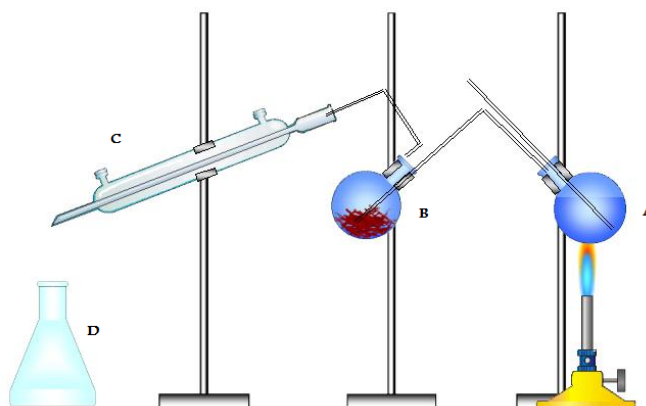

Figura 6.1: Montaje del equipo para destilación por arrastre de vapor.
1. Monte el aparato como se muestra en la figura 6.1. Coloque agua destilada en el matraz A para generar el vapor.